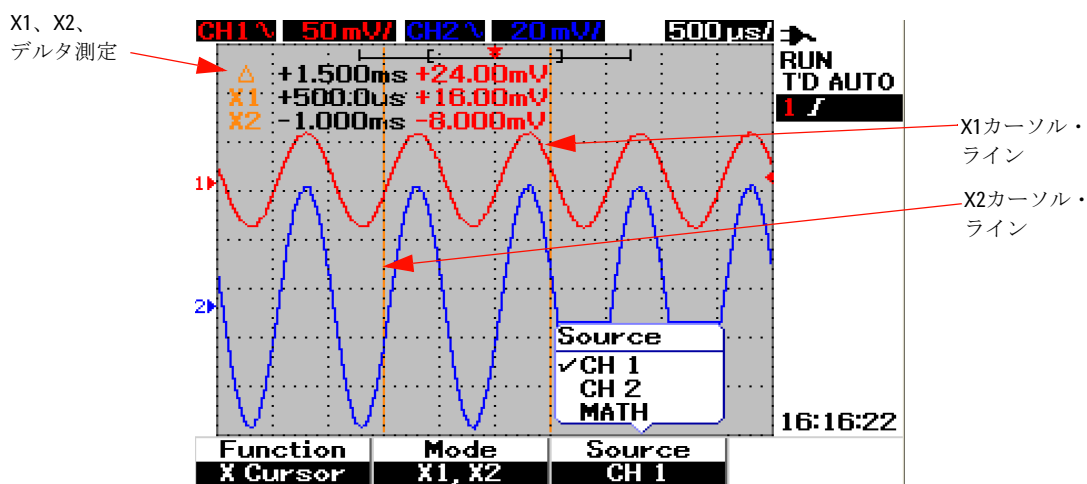

図3-31 チャンネル1信号に対するX1およびX2カーソル・ラインを使ったXカーソル測定
- 4 図3-31では、2つのカーソル・ライン（X1およびX2モード）が選択され、チャンネル1の信号に対して測定が実行されています。